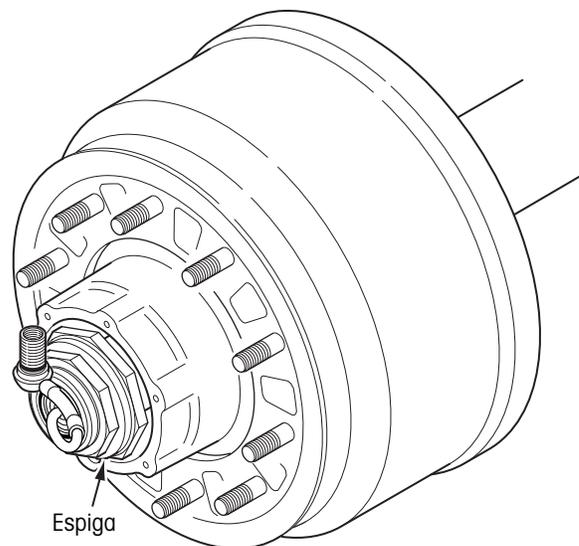

Figura 12. Ensamble de la junta rotativa instalado
4. Verifique la orientación del respiradero en el sello de hule. Asegúrese que este alineado con la parte plana de la junta rotativa. Oriente la parte plana de la junta rotativa (localizada cerca de la abrazadera) en la posición de las 12 horas e inserte el ensamble de la junta rotativa en la espiga. El ensamble es correcto cuando la cara externa del sello de hule esta casi al ras con la parte externa de la espiga (figura 12).